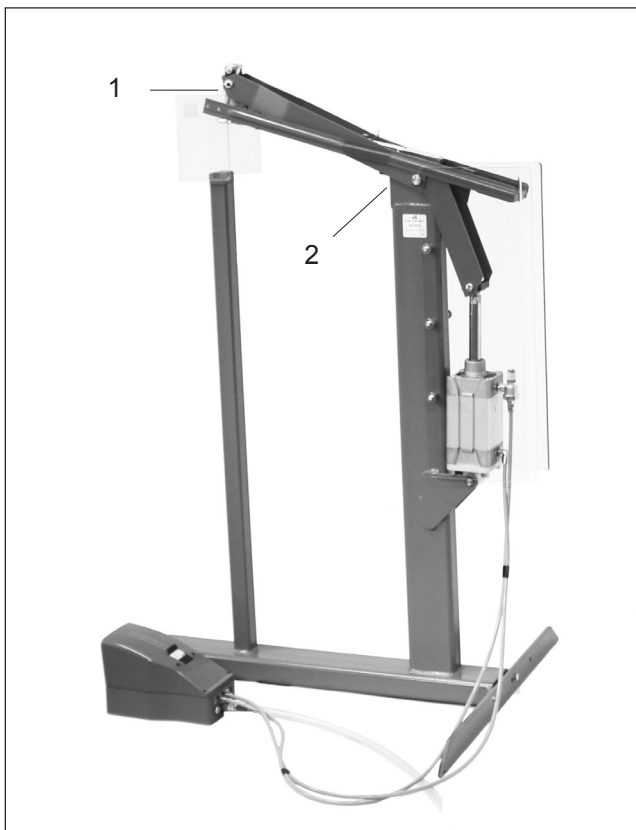

Fig. 15
2. Retirer les deux vis à tête hexagonale (Fig. 15/1) sur la partie supérieure du levier.
3. Les deux vis à tête hexagonale (Fig. 15/2) fixant la tête d'agrafage à l'arrière doivent être retirées.